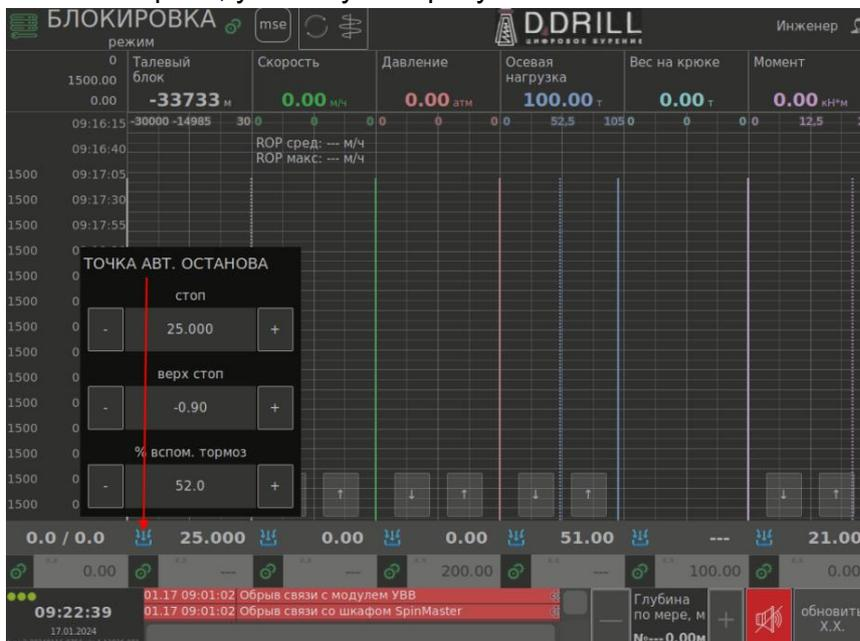

Рис. 15
1. Для настройки точек автоматической остановки талевого блока нажмите на область экрана, указанную на рисунке Рис. 15.